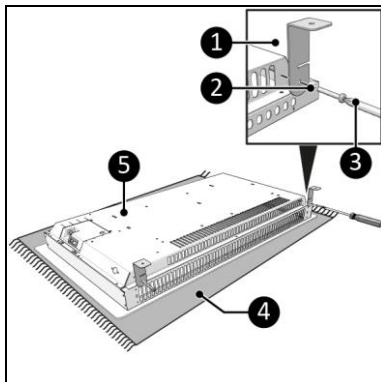

Figura 11
7. Așezați dispozitivul pe o suprafață moale și stabilă (Figura 11, poz. 4).
8. Însurubați și strângeți două suporturi (Figura 11, poz. 1) de pe ambele părți ale corpului principal (Figura 11, poz. 5) cu un șurub mic (Figura 11, poz. 2) folosind o șurubelniță Phillips (Figura 11, poz. 3).